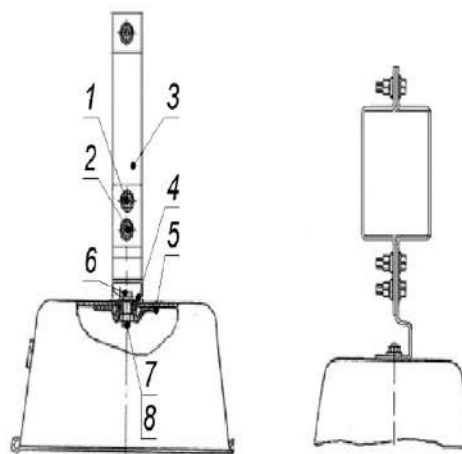

Рисунок 5 – сборка подвески на брус
На брус светильник крепится болтами (1) (рисунок 5). Для предотвращения передвижения светильника по брусу, подвеску закрепить шурупами к брусу через два отверстия в подвеске.